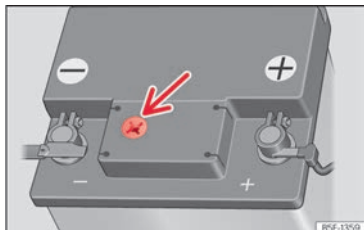

Abb. 178 Sichtfenster an der Oberseite der 12-Volt-Fahrzeuggatterie (Prinzipdarstellung).
- Prüfen Sie die Farbanzeige im runden Sichtfenster an der Oberseite der Batterie »» (Abb. 178).